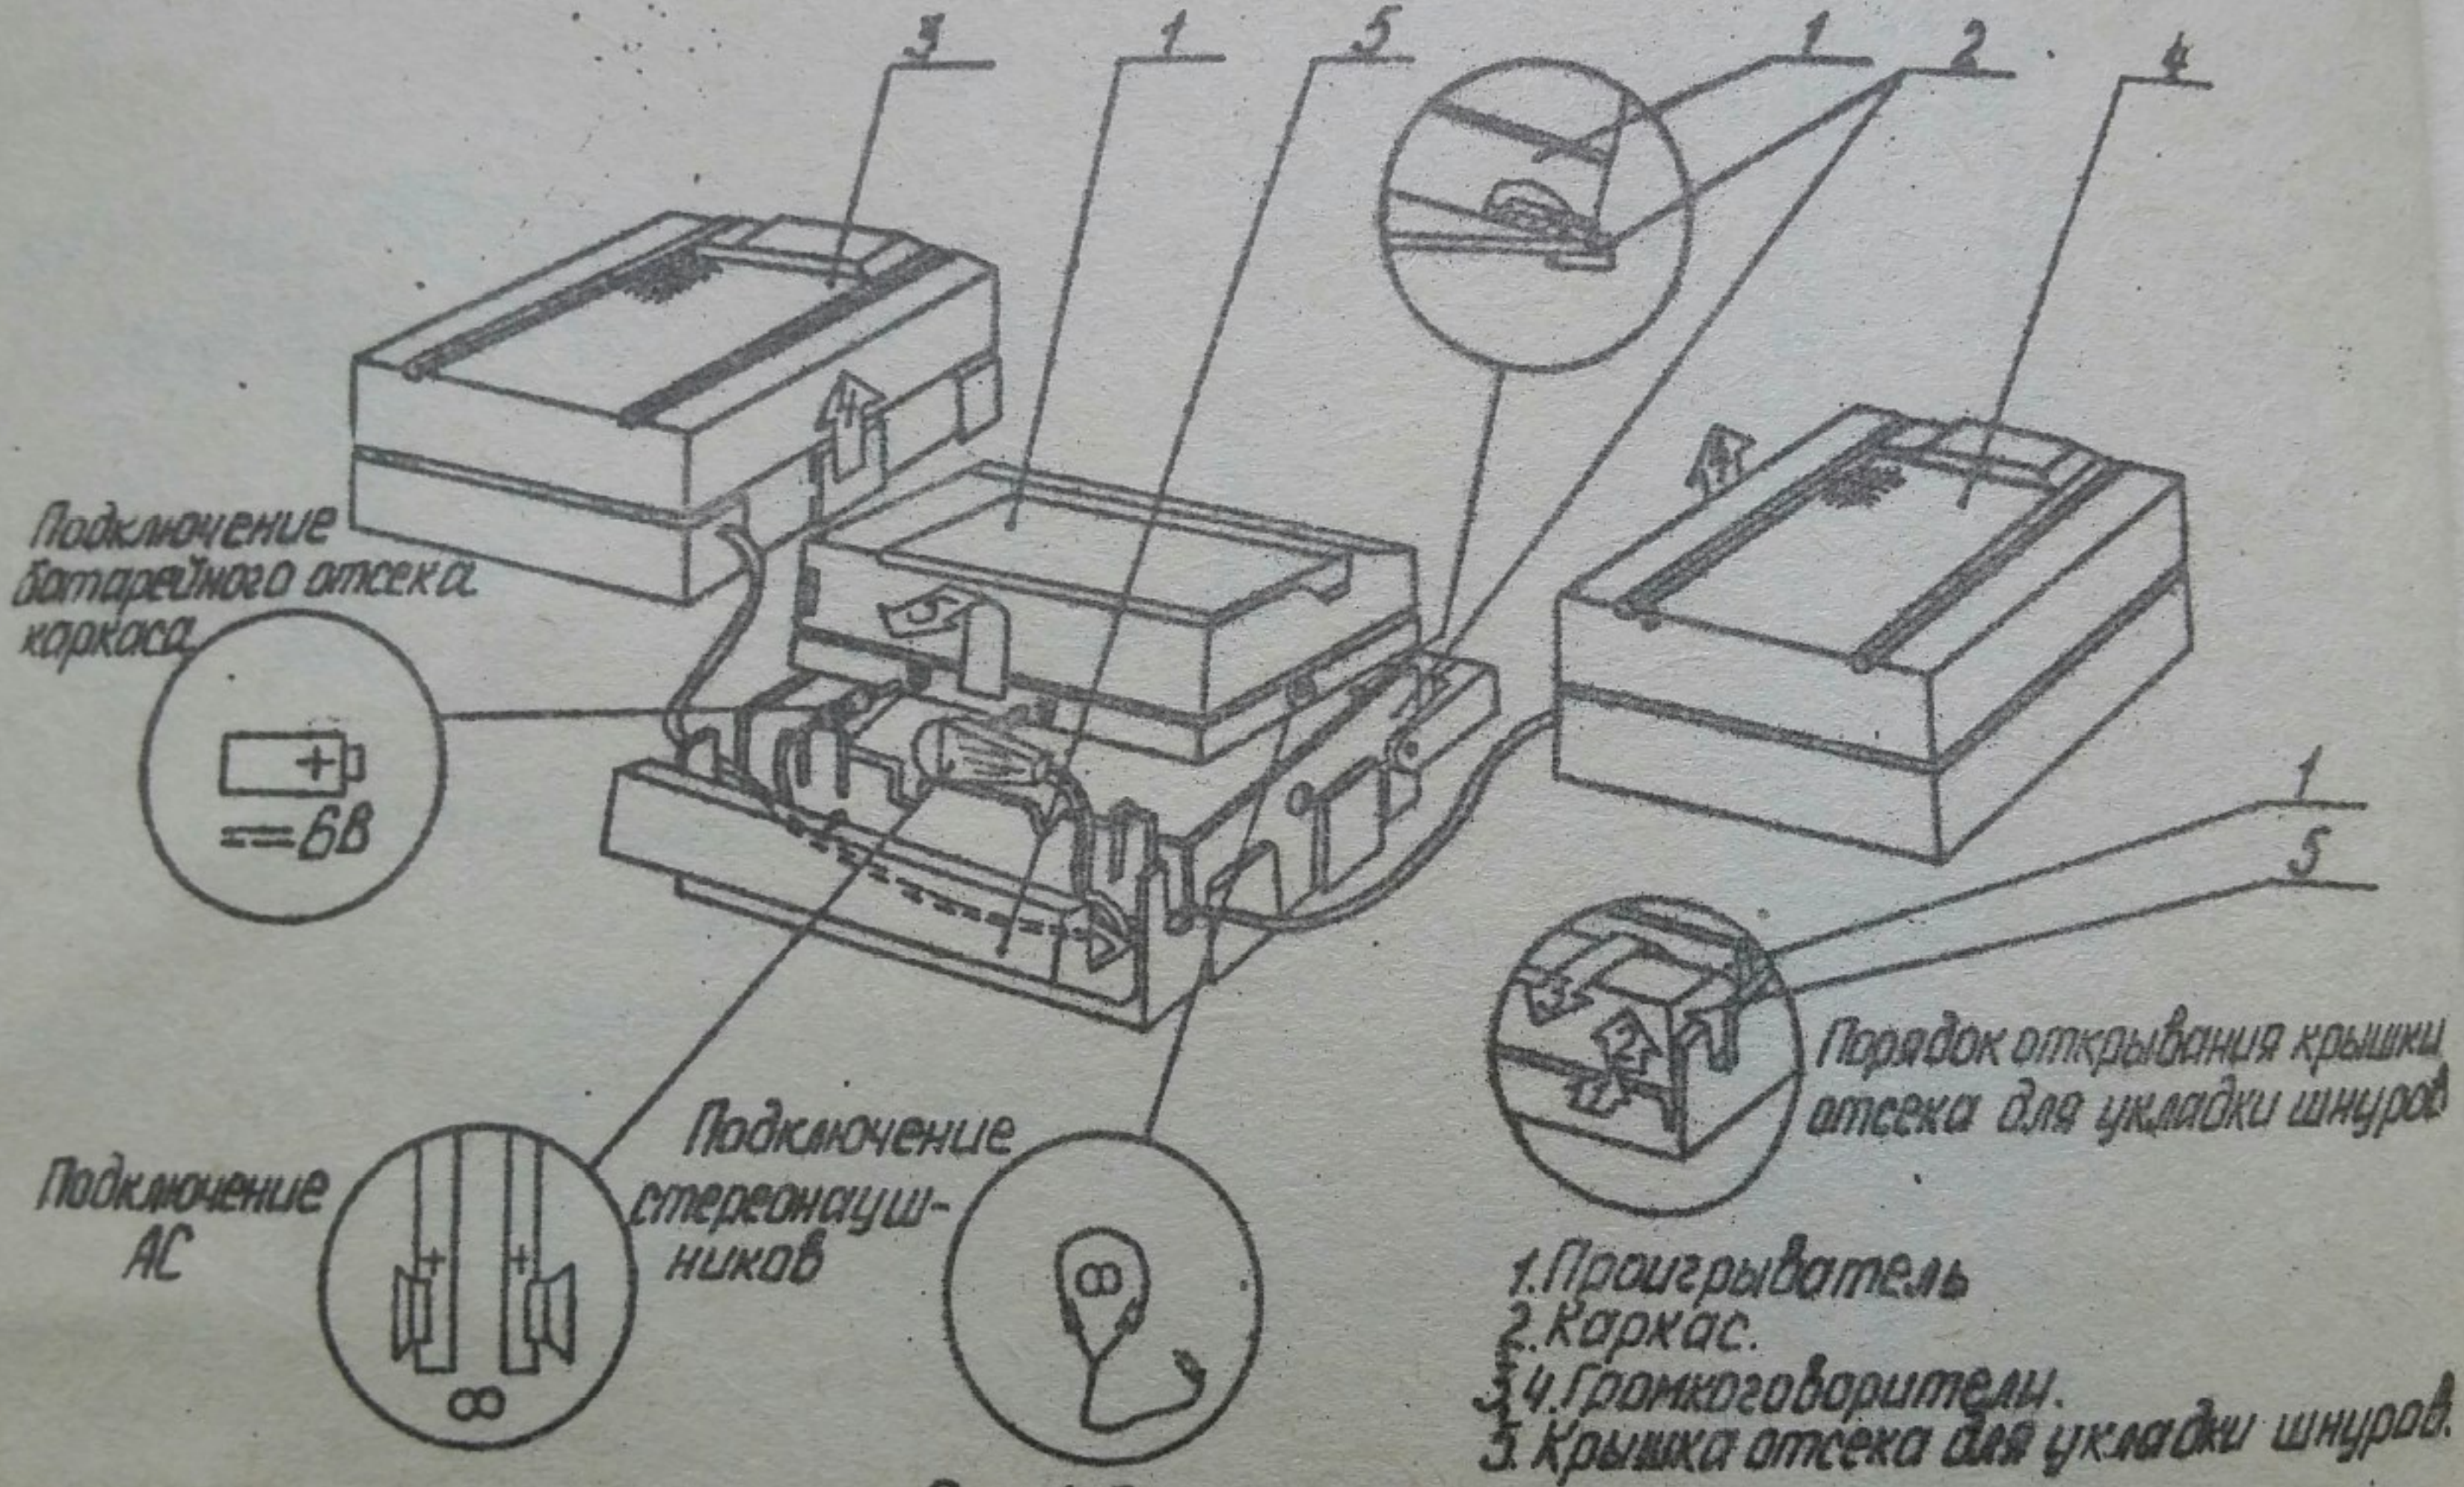

Рис. 4.3
5.5. Подключение АС (см.рис.4.3)
5.5.1. Для подключения АС положите проигрыватель в сборе с АС на заднюю стенку, откройте крышку отсека для укладки шнуров 5 в направлении, указанном стрелками 1 и 2, и откиньте её в направлении, указанном стрелкой 3. Подключение АС и элементов питания батарейного отсека корпуса выполняйте согласно рис.4.3.